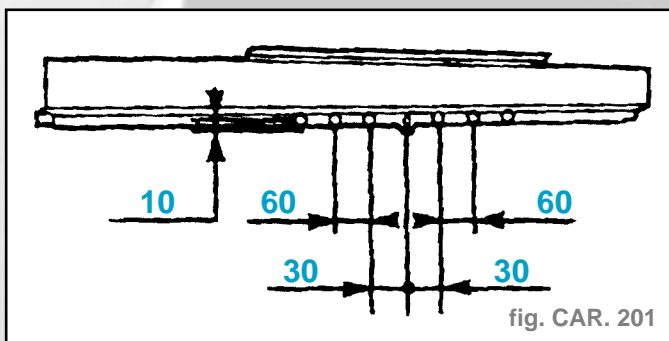

fig. CAR. 201
- Tracer puis percer à diamètre **6,5 mm** pour soudage ultérieur par points bouchons (fig. CAR. 201).